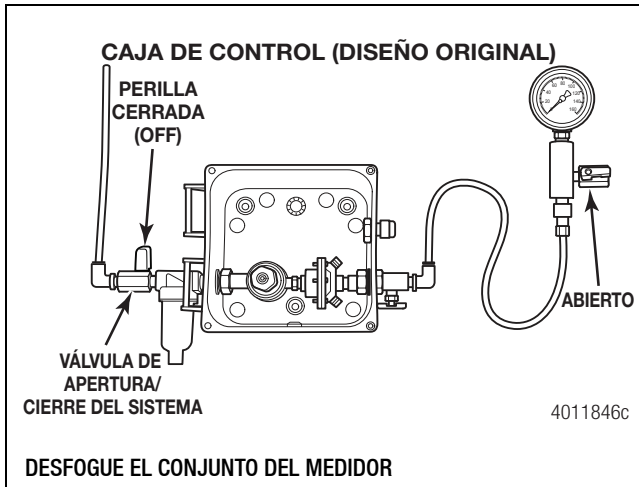
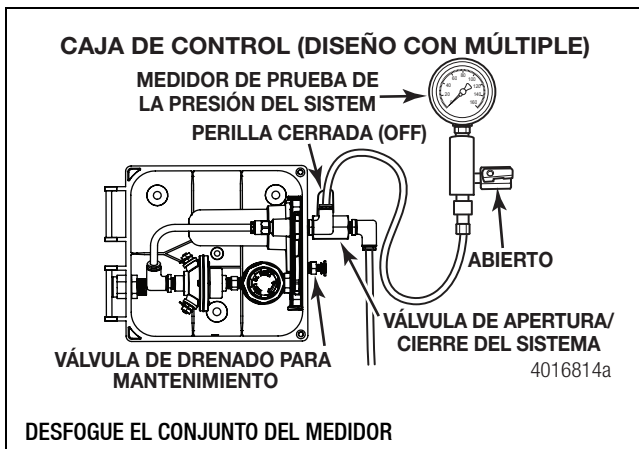

Figura 3.18
Figura 3.19
- A. Desfogue el conjunto del medidor según se describe a continuación. Figura 3.18 y Figura 3.19.